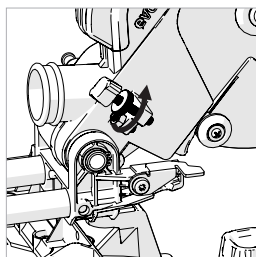

Fig. 26b
- Allentare il dado di bloccaggio zigrinato. (**Fig. 26b**)
- Una volta impostata la profondità desiderata, stringere il dado di bloccaggio zigrinato (**Fig. 26b**) sulla staffa di supporto per bloccare il fermo di profondità e accertarsi che non ci sia alcun movimento.